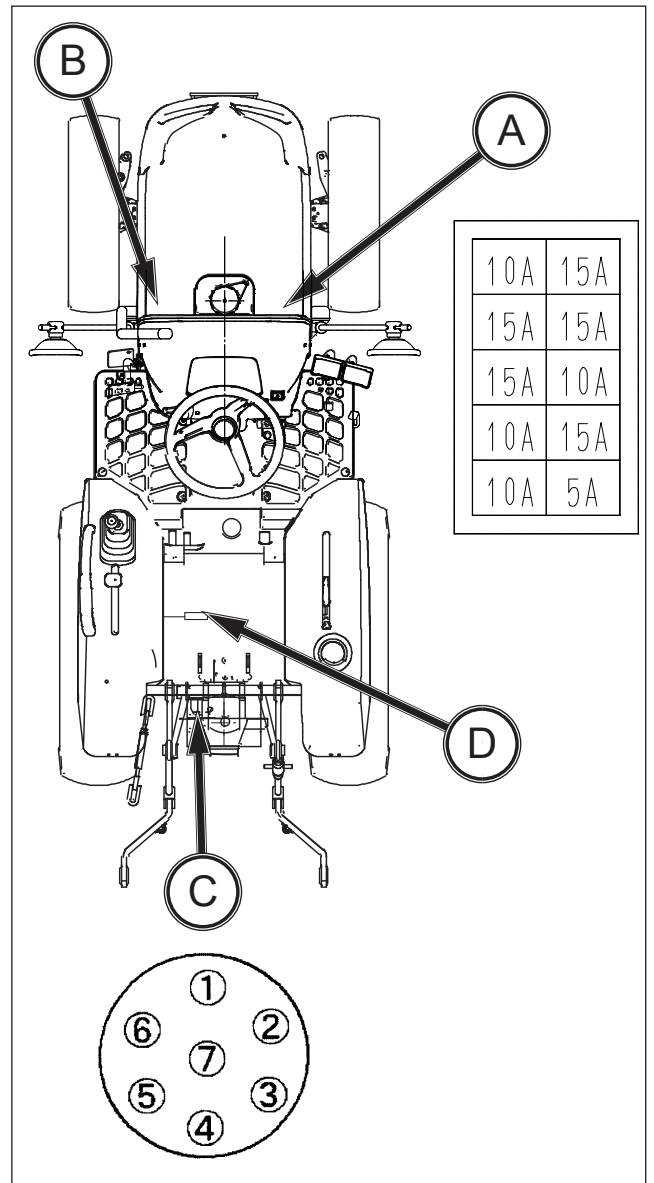

ABB. 110
ABB. 110: Der Handgashebel (1) sollte in der gewählten Stellung verharren. Aufgrund von normalem Verschleiß kann jedoch der Reibwiderstand, der den Hebel in seiner Stellung hält, abnehmen, sodass der Hebel nach einiger Zeit nicht mehr zuverlässig in der gewählten Stellung bleibt. In diesem Fall die Einstellmutter (2) drehen, um den Reibwiderstand nach Bedarf zu erhöhen.